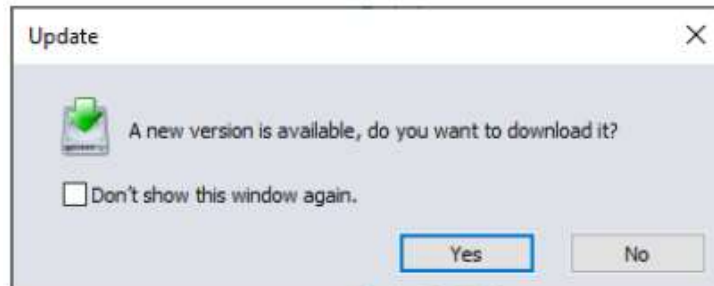

図 F-1 更新メッセージ
- 1) 新しいバージョンの PC-Beamage が使用可能な場合、PC-Beamage の開始時に次のメッセージが表示されます (図 F-1 を参照)。